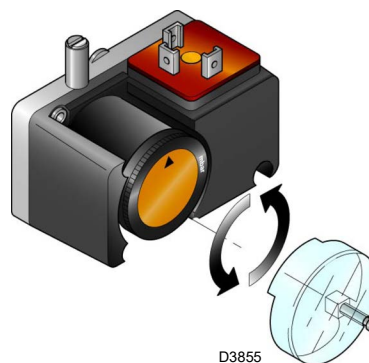

Fig. 34
- Régler le pressostat pour le contrôle d'étanchéité (Kit PVP) (Fig. 34 à la page 36), si présent, conformément aux instructions fournies avec le kit.
Régler le pressostat pour le contrôle d'étanchéité (Kit PVP)(Fig. 34) si présent, conformément aux instructions fournies avec le kit.